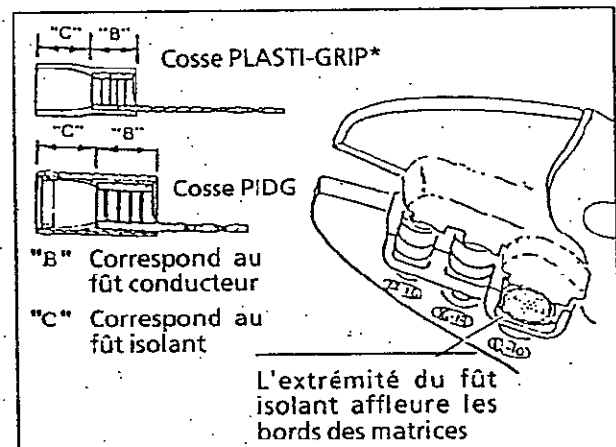

FIG.3
b) Positionner la cosse ou le prolongateur dans les matrices, voir Figure 3 ou 4.
3) Le sertissage n'est pas centré sur le fût conducteur. (L'extrémité de la cosse ou du prolongateur n'affleurerait pas le bord des matrices). Voir Figure 3 ou 4.